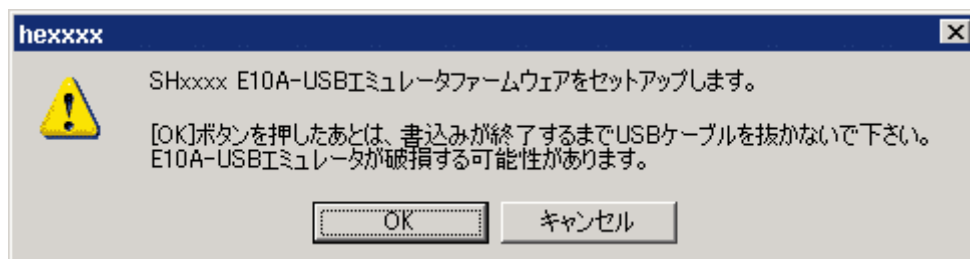
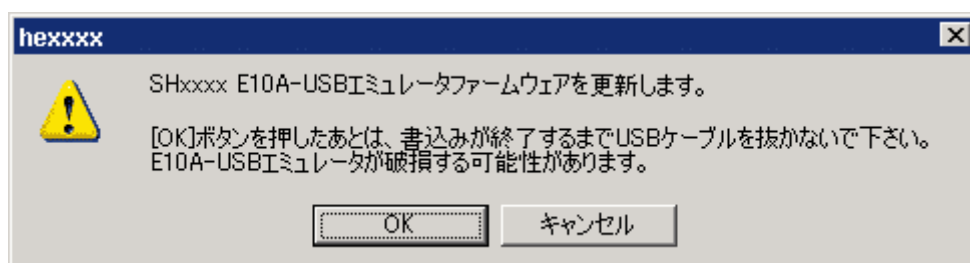

図 3.43 [エミュレータファームウェアセットアップ確認]ダイアログボックス
図 3.44 [SHxxxx エミュレータファームウェア更新確認]ダイアログボックス
- 製品グループがインストールされていない新規購入時または、SHxxxxのライセンスがE10A-USBエミュレータ本体にインストールされている状態で、異なるデバイスグループのエミュレータファームウェアがセットアップされていた場合は図3.43、E10A-USBエミュレータ本体にセットアップされているエミュレータファームウェアのバージョンが古い場合は図3.44に示す確認ダイアログボックスが表示されます。